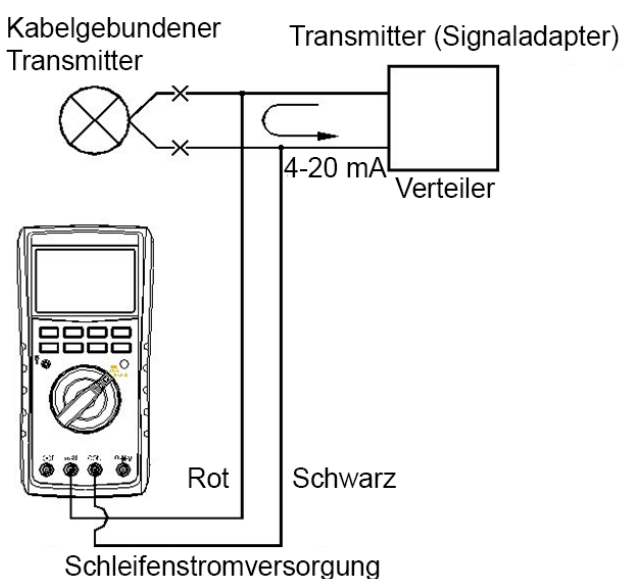

Abbildung 3-2 Stromausgang im SIMULATE-Modus
- Legen Sie die Spannung wie in Abbildung 3-2 gezeigt an.